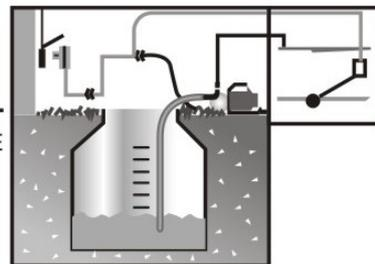

Abbildung 3
- Sobald der Wasserspiegel unter die gewünschte Mindesthöhe absinkt, nimmt der Schalter die Pumpe in Betrieb. Wenn der Tank voll ist, stoppt der Schalter die Pumpe. Die Höhe der automatischen Wasserspiegelkontrolle wird nach Abb. 3 eingestellt.